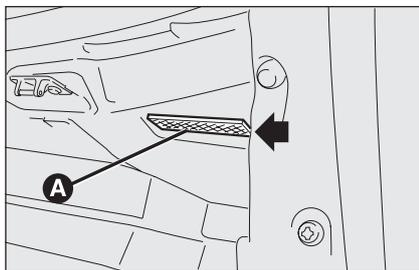

fig. 40
- estrarre la plafoniera **A-fig. 40** fa-
sulla plafoniera **A-fig. 40**;